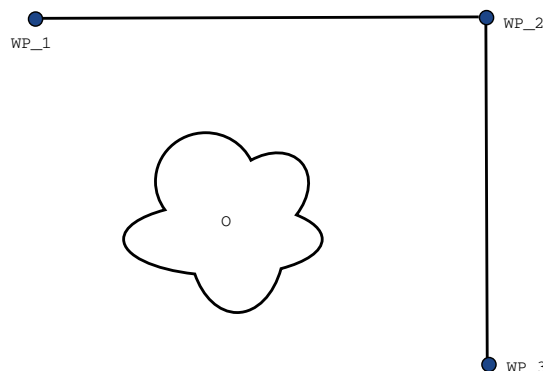

Abbildung 15.2: WP_1: Ausgangsstellung, WP_2: Zwischenziel, WP_3: Aufnahmeposition, O: Hindernis.
Beispiel Betrachten wir beispielsweise eine Pick-and-Place-Anwendung (siehe Abbildung 15.2), bei der sich der Roboter aktuell am Wegpunkt1 (WP_1) befindet und ein Objekt am Wegpunkt3 greifen (WP_3) soll. Um Kollisionen mit dem Objekt und anderen Hindernissen (O) zu vermeiden, muss sich der Roboter WP_3 aus der Richtung von Wegpunkt2 kommend (WP_2) nähern. Es werden also drei Wegpunkte für die Bahn einbezogen, um die Anforderungen zu erfüllen.